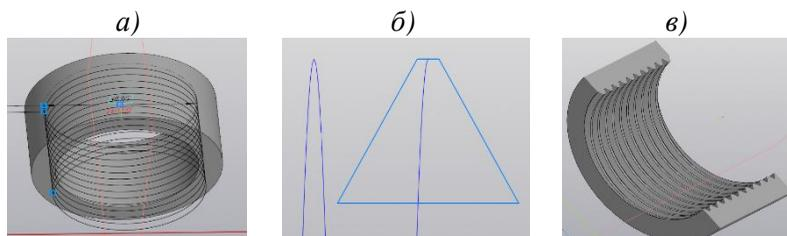

Рисунок 5. Пример построения внутренней резьбы в отверстии
1. В меню *Элементы каркаса* выбирается команда *Спираль цилиндрическая*. Затем в открывшемся окне параметров указывается опорная плоскость, диаметр поверхности, на которой будет находиться резьба, число витков спирали и шаг витков (рисунок 5а).
2. На начальной точке спирали строится профиль необходимой резьбы (рисунок 5б), при построении которого следует руководствоваться ГОСТом (например, для построения профиля метрической резьбы используется ГОСТ 24705-2004).
3. С помощью команды *Вырезать по траектории* нарезается резьба на внутренней поверхности, с указанием в качестве траектории построенной ранее спирали (рисунок 5в).